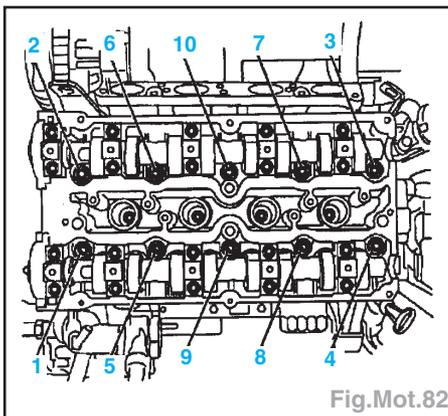

Fig.Mot.82
- Déposer les vis de culasse dans l'ordre indiqué (10 Vis) (Fig.Mot.82) :